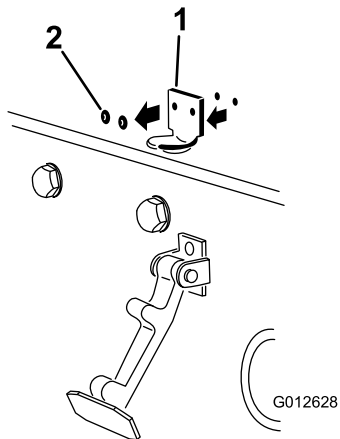

Figure 17
2. Retirez les rivets (2) qui fixent le support de loquet au capot (Figure 17). Déposez le support de loquet du capot.